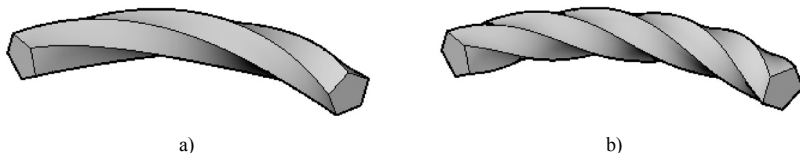

图 9-57 调整比例因子的扫掠操作示例
- 扭曲(T)：通过输入扭曲角度指定沿扫掠路径全部长度的旋转量，输入数学表达式可以约束对象的扭曲角度。在图 9-57 所示的两个示例中，一个扭曲角度为 180° ，另一个扭曲角度为 360° ，注意它们之间的形状变化情况。